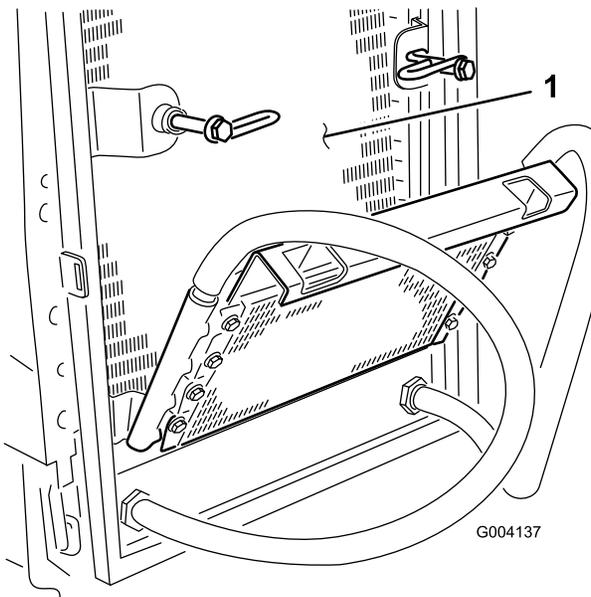

図 63
6. オイルクーラとラジエターの裏表を図 63圧縮空気で丁寧に清掃する。